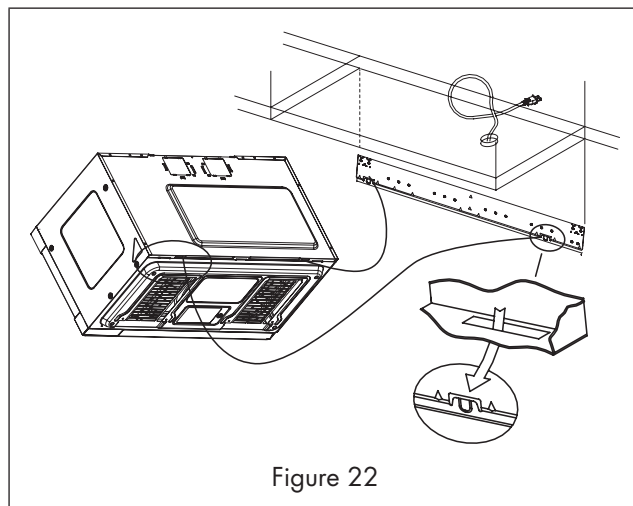

Figure 22
- Accrochez-le aux deux languettes situées à la base de la plaque de montage. Voir la Figure 22.